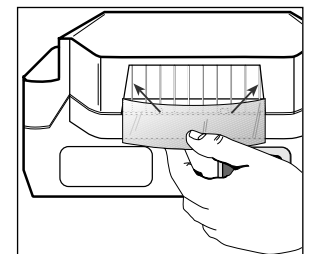

Figura 11
4. Inserte un filtro limpio dentro del receptáculo **Figura 11**.